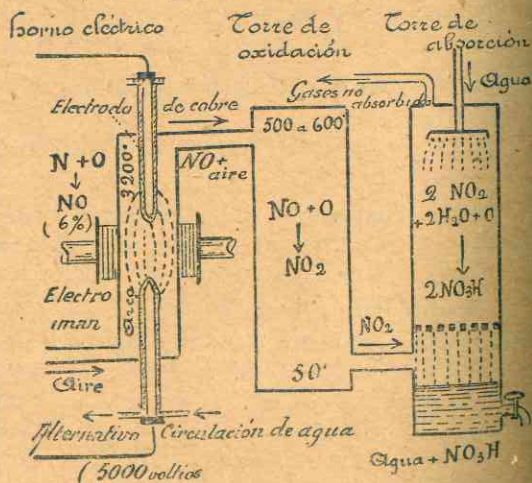

Fig. 158. - Esquema de la fabricación del NO₃H de síntesis por medio del arco eléctrico.
c) *Por combinación directa del nitrógeno con el oxígeno del aire* (fig. 158). Por la acción del arco voltaico